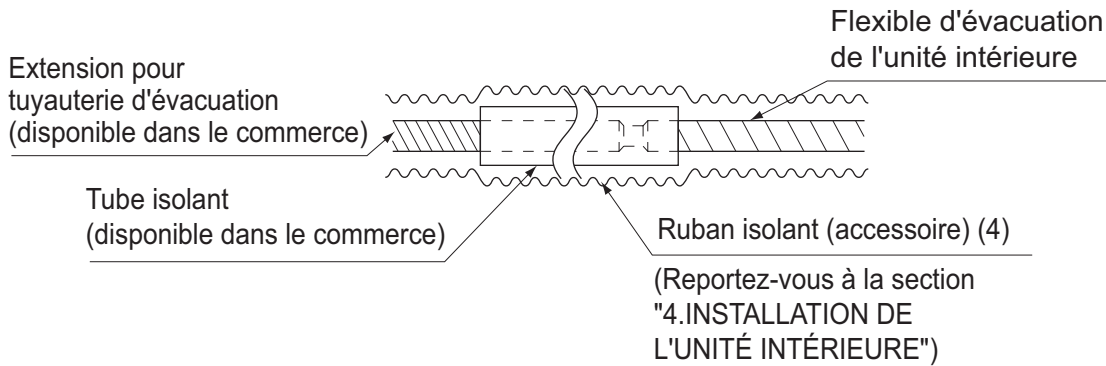

Fig. 17
- Lorsque vous prolongez le tuyau d'évacuation, utilisez un tuyau d'évacuation de prolongement disponible dans le commerce et veillez à isoler la partie prolongée du tuyau d'évacuation situé à l'intérieur. **(Reportez-vous à la Fig. 17.)**